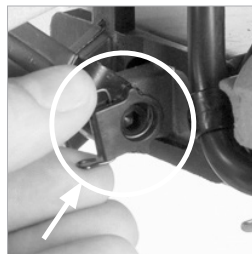

Fig. 42
- Vuelva a colocar el brazo de accionamiento y su clip de sujeción. **(Fig. 42)**